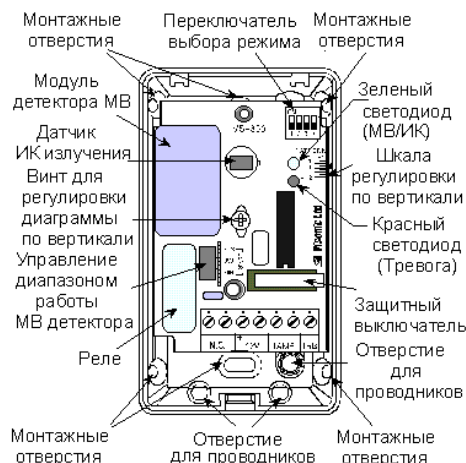

Рисунок 3. Расположение элементов на печатной плате
1. При установке на стену используйте два продолговатых отверстия в средней части основания. При установке в углу помещения используйте два диагонально расположенных отверстия, находящихся в углах основания (см. Рисунок 3).
2. При прокладке проводки к расположенной снизу ответственной коробке используйте два отверстия, расположенные в нижней части основания (см. рисунок 3). Для прокладки проводки под основанием в направлении к потолку используйте канал для проводников и соответствующее ему отверстие.
На печатной плате устройства установлен переключатель в корпусе типа DIP для изменения режимов работы (см. Рисунок 3). Он позволяет управлять четырьмя функциями в соответствии с показанным на Рисунке 6 и объяснениями Таблицы 2.
В верхней правой части печатной платы расположена шкала для вертикальной регулировки датчика (см. рис.3). Регулировочный винт, расположенный в средней части платы, позволяет осуществлять простую и быструю регулировку угла наклона в пределах от +2° до -12°. Во всех устройствах DUO 200 на предприятии-изготовителе установлена величина угла, равная -5°. В приведенной ниже Таблице 3 указаны рекомендованные углы наклона (в градусах) по вертикали в зависимости от высоты установки (Н) и зоны охвата.